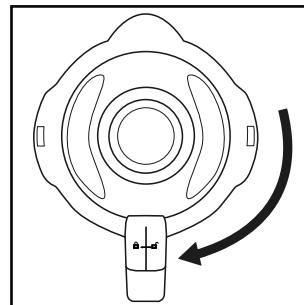

Fig. 2
- 4) Premere saldamente di nuovo il coperchio **2** sull'inserto mixer **3** in modo sfalsato. Chiudere il coperchio **2**, ruotandolo in senso orario nella posizione fino a percepire l'innesto (vedere Fig. 2). Verificare che il beccuccio dell'inserto mixer **3** sia chiuso. Il motore può avviarsi solo quando il coperchio **2** è posizionato a filo.